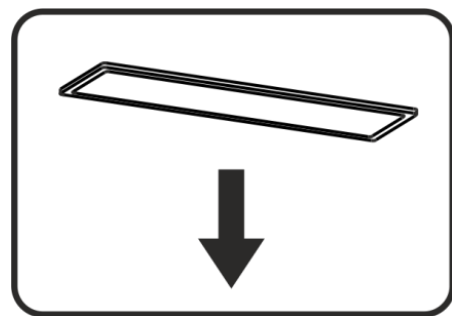

Рис.7
**8.9** На витяжці встановлено **LED** лампу підсвітки робочої зони плити. Перед початком заміни ламп освітлення необхідно відключити витяжку від електромережі, дати можливість охолонути лампі. Для заміни лампи необхідно зняти алюмінієві фільтри, відтиснути тримач патрона так, щоб лампа вийшла з корпусу витяжки. Замість неї необхідно встановити нову з тими ж характеристиками і встановити фільтри (**рис.7**).